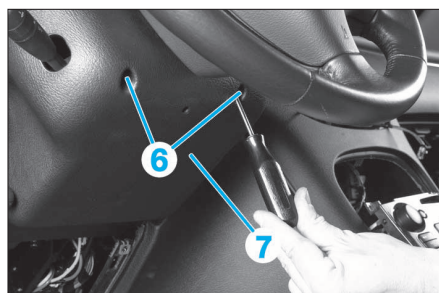

FIG. 5
- Dégager le cardan de direction en écartant le clip de sécurité (5).
- les vis (6) (Fig.5).